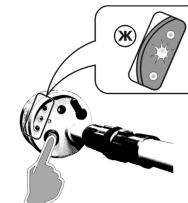

Рис. 6 Режим сигнализации разряда встроенного источника электропитания.
3.3.7 Режим индикации разряда встроенного источника электропитания (см. рис. 6) обеспечивается во всех режимах работы указателя, в том числе в режиме начальной самопроверки после соединения рабочей части и изолирующей штанги при включении указателя. При этом, непрерывным свечением зажигается центральный светодиод, звуковая сигнализация – отсутствует. На нажатие кнопки принудительной проверки работоспособности, указатель не реагирует.